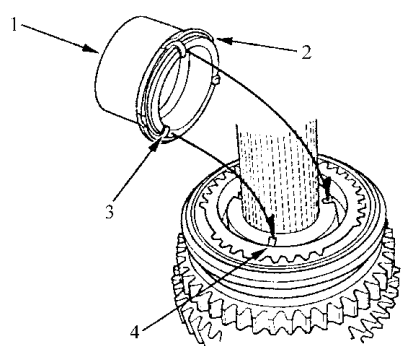

图 4-91 安装定距环套
- 5) 如图 4-91 所示，将摩擦减振器指针与 1/2 档